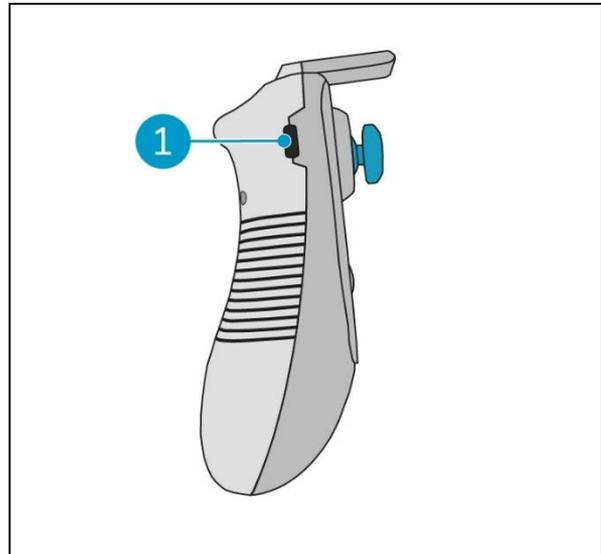

Figura 12
1. Conecte el conector USB-C del cable USB-C a USB-A al puerto USB-C (Figura 12, pos. 1) del mando a distancia, consulte Figura 12.